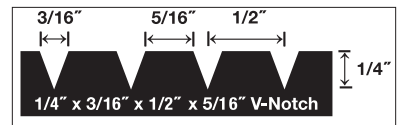

Figure 2
- Truelle à encoche en V de 6 mm x 13 mm x 8 mm (1/4 po x 1/2 po x 3/16 po) (figure 2)
- Déterminez dans quel sens vous souhaitez poser le revêtement de sol dans la pièce. La pièce sera d'abord mise en valeur si les planches sont posées parallèlement aux fenêtres. Les revêtements de sol devraient être posés perpendiculairement aux solives de plancher. Renforcez les planchers bruts au besoin afin d'éviter le jeu vertical (figure 2).